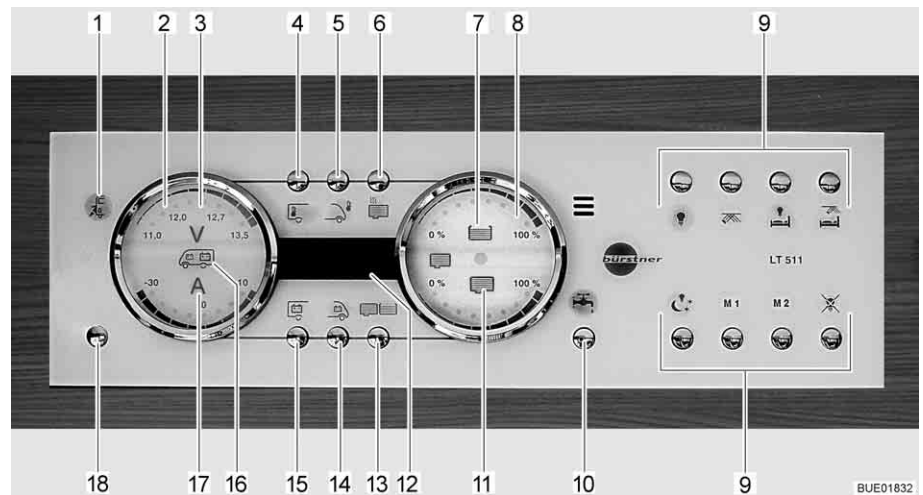

Bild 159 Panel LT 511
230 V-kontrollampan (Bild 159, 1) lyser när nätspänningen ligger på elblockets ingång.
Med huvudbrytaren 12 V (Bild 159,18) kopplas panelen och bodelens 12 V-försörjning till eller från.
**Slå på:** ■ Tryck kort på knappen 12 V-försörjning (Bild 159,18). 12 V-försörjningen för bodelen är påslagen. Kontrolllampan "12 V" lyser.
▷ Efter aktivering av försörjningen: om lysdioden "11,0" för voltindikeringen samt symbolen volt "V" (Bild 159,3) på indikeringsinstrumentet för batterierna (Bild 159,2) blinkar är bodelsbatteriets spänning för låg. Ladda batteriet.
▷ Efter aktivering av försörjningen: om kontrolllampan "12 V" och symbolen volt "V" (Bild 159,3) blinkar tre gånger är batterifrånkopplingen aktiverad. Avaktivera batterifrånkopplingen.
**Slå från:** ■ Tryck kort på knappen 12 V-försörjning (Bild 159,18). 12 V-försörjningen för bodelen är avstängd. Kontrolllampan "12 V-försörjning" slocknar.
■ Tryck på knappen bodelsbatteri (Bild 159,15) och håll den intryckt i ca 10 sekunder. Symbolen volt "V" (Bild 159,3) och kontrolllampan "12 V" blinkar tre gånger. Bodelsbatteriet är frånkopplat från 12 V-nätet.
■ Tryck på knappen 12 V-försörjning (Bild 159,18) och håll den intryckt i ca 5 sekunder. Symbolen volt "V" (Bild 159,3) och kontrolllampan "12 V" blinkar tre gånger. Bodelsbatteriet är anslutet till 12 V-nätet. Kontrolllampan tänds efter ca 5 sekunder.
- Tryck på knappen bodelsbatteri (Bild 159,15). Symbolen volt "V" (Bild 159,3) lyser. Symbolen ampere "A" (Bild 159,17) lyser vitt eller rött beroende på laddning eller urladdning. Bodelsbatteriets spänning och ström visas via lysdioderna på indikeringsinstrumentet.
- Tryck på knappen startbatteri (Bild 159,14). Symbolen volt "V" (Bild 159,3) lyser. Startbatteriets spänning visas via lysdioderna på indikeringsinstrumentet.
- Tryck på knappen tank (Bild 159,13). Symbolerna vattentank (Bild 159,7) och avloppstank (Bild 159,11) lyser. Nivån i vattentanken (övre skala) och i avloppstanken (nedre skala) visas via lysdioderna på indikeringsinstrumentet.
**Tanklarm** Symbolen vattentank (Bild 159,7) eller symbolen avloppstank (Bild 159,11) blinkar när vattentanken är tom eller när avloppstanken är full.
Via den digitala indikeringen (Bild 159,12) kan innetemperaturen och utetemperaturen avläsas.
**Indikeringar:** ■ Tryck på knappen innetemperatur (Bild 159,4). Innetemperaturen visas.
■ Tryck på knappen utetemperatur (Bild 159,5). Utetemperaturen visas.
Med knappen tankvärme (Bild 159,6) kan tankvärmen slås på och av.
**Slå på:** ■ Tryck på knappen tankvärme (Bild 159,6). Symbolen för tankvärme lyser.
**Slå från:** ■ Tryck på knappen tankvärme (Bild 159,6). Symbolen för tankvärme slocknar.
Med knappen vattenpump (Bild 159,10) kan vattenpumpen slås på och av.